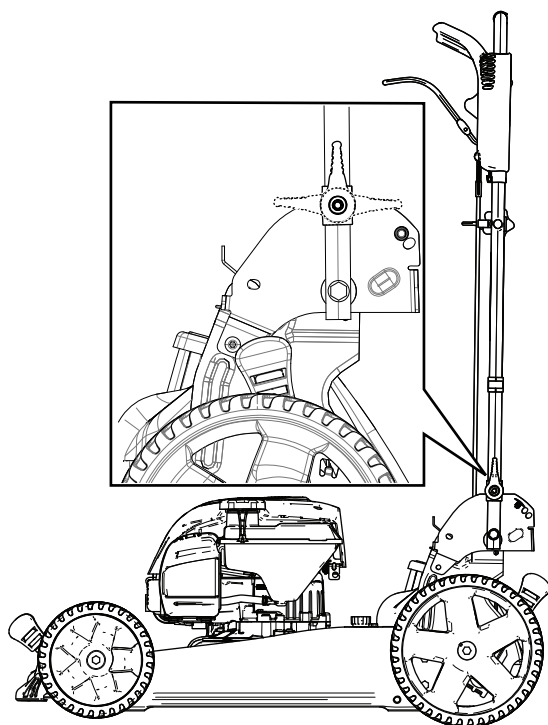

Figure 25
2. Pliez le guidon vers l'avant à la position verticale ou complètement en avant, comme montré à la Figure 25.